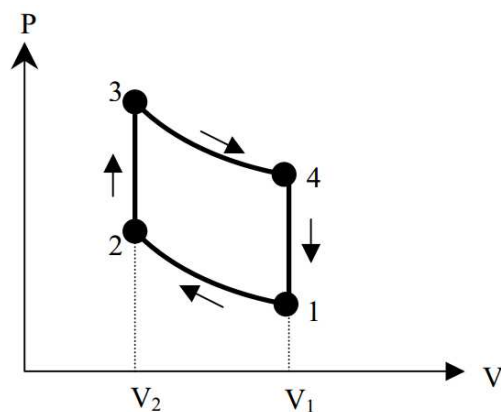

Figure 1
Le moteur à explosion fonctionne sur le principe du cycle illustré par le diagramme de Clapeyron (P, V) de la figure 1. Ce cycle peut se décomposer en quatre transformations thermodynamiques consécutives subies par un mélange air-carburant initialement admis dans une chambre de combustion via une soupape d'admission :
- P_i, V_i et T_i respectivement la pression, le volume et la température du mélange aux points i variant de 1 à 4 de la figure 1 (en remarque que $V_3 = V_2$ et $V_4 = V_1$),